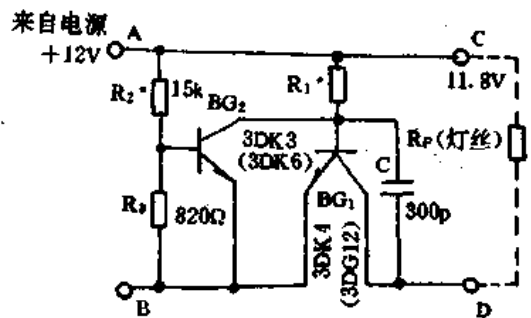

图 5-28 灯丝限流过压保护电路
电路之一: 如图 5-28 所示, 断开原灯丝脚引线改接在延时电路的输出  $C$ 、 $D$  端, 将延时电路输入  $A$ 、 $B$  端并接在稳压电源输出端。工作原理: ①限流原理:  $BG_1$  与  $R_1$  组成灯丝限流电路, 开机时,  $BG_1$  导通并起限流作用, 灯丝电流不超过额定值的 1.2~1.4 倍, 当灯丝电阻随温升迅速增大后,  $BG_1$  饱和, 灯丝加上 11.8V 电压。  $R_1$  大小的确定: 断开  $R_2$ , 开机调整  $R_1$ , 万用表监测, 使灯丝电流为额定值时固定  $R_1$ , 即可。 ②过压保护原理:  $BG_2$ 、 $R_2$ 、 $R_3$  组成过压保护电路, 调整  $R_2$  让灯丝电压、电流为额定值时, 使  $BG_2$  处于临界(似通非通)工作状态, 对限流电路  $BG_1$  无影响; 当灯丝电压升高时, 电源经  $R_2$ 、 $R_3$  分压后,  $BG_2$  基极电压随之升高,  $BG_2$  开始导通, 电压越高  $BG_2$  导通越强,  $BG_2$  的  $V_{ce}$  下降,  $BG_1$  的  $V_{ce}$  跟着下降,  $BG_1$  导通程度减弱, 管压降增大, 结果使输出加到灯丝的电压下降, 从而保护了灯丝。此电路灵敏度较好, 当电源电压由 12V 升高到 14V 时,  $BG_1$  就会完全截止。为了克服  $BG_1$  的饱和管压降(0.2V), 可适当提高输入电压, 如将 12V 升到 12.2V。  $C$  为  $BG_1$  的防自激电容,  $BG_1$ 、 $BG_2$  选  $BV_{ceo} \geq 30V$ ,  $h_{fe} > 60$ 。